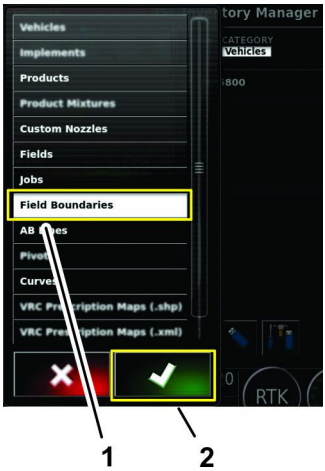

Figura 99
- 6. Nell'elenco di categorie, premete l'icona per la categoria di informazioni che desiderate esportare, quindi premete l'icona Categoria (Figura 99).